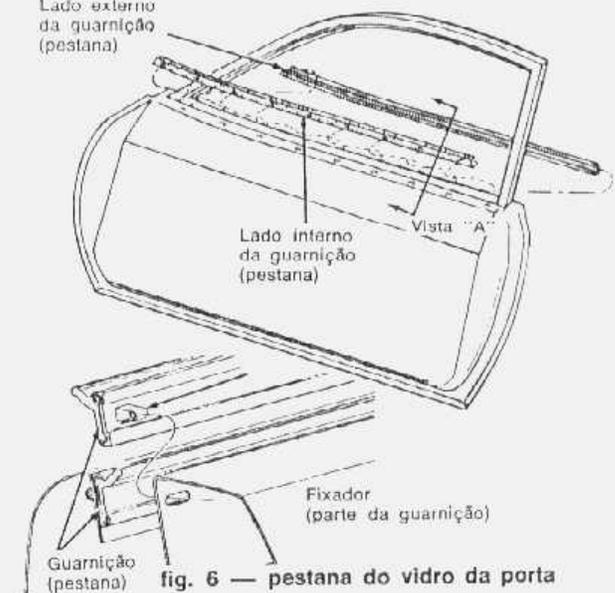

fig. 6 — pestana do vidro da porta
1. Baixar o vidro e retirar, dos furos da flange da abertura da janela, os fixadores da guarnição (fig. 6) e a guarnição. Tomar cuidado para não riscar a pintura ao redor dos furos.